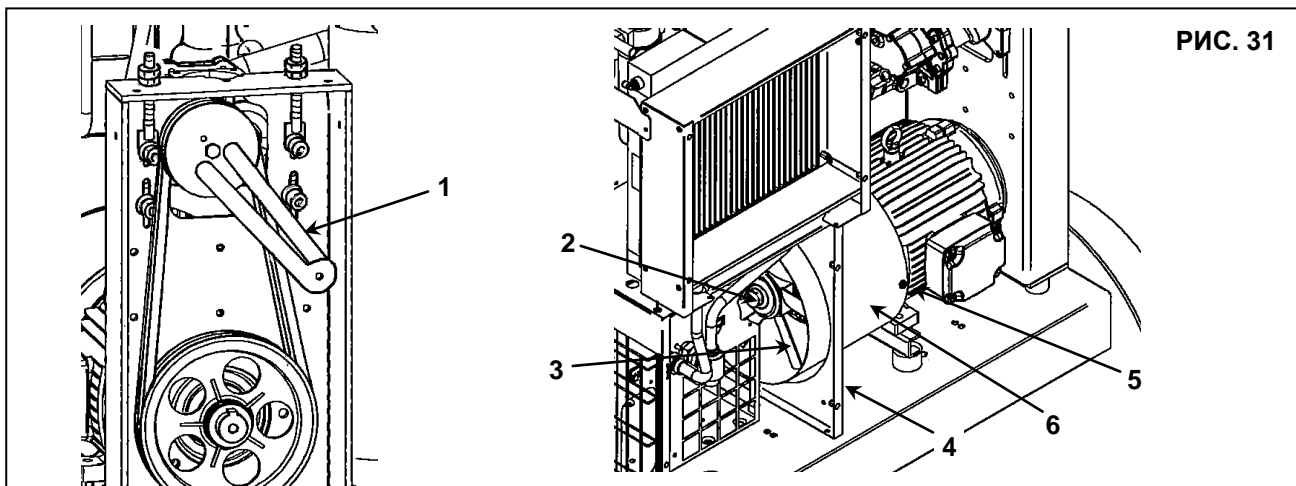

РИС. 31
25.1 СНЯТИЕ ВЕНТИЛЯТОРА ОХЛАЖДЕНИЯ И КОНВЕЙЕРА (Рис. 31)